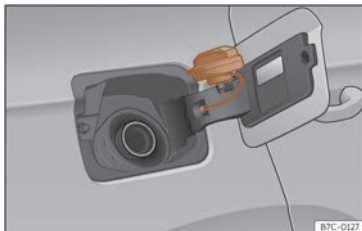

Fig. 176 Tapa do depósito co tapón encaixado.
- Colóqueo no espazo que hai na bisagra da tapa aberta >>> **fig. 176**.